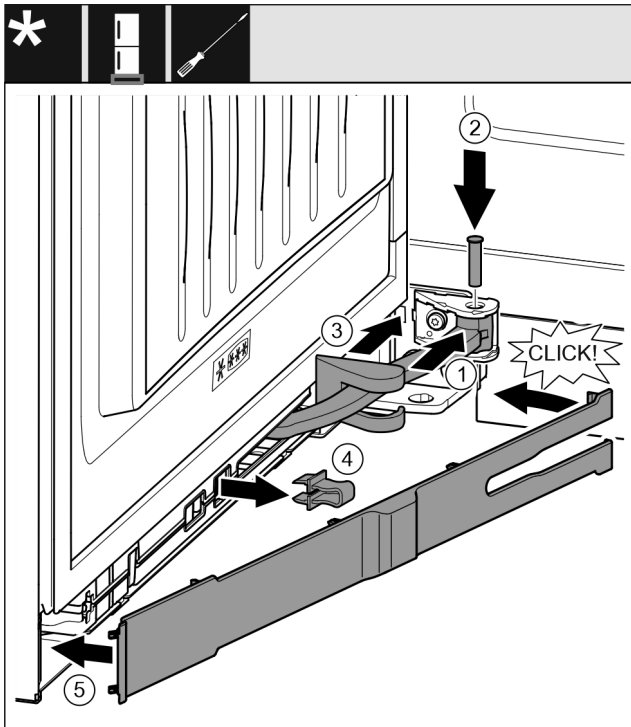

Fig. 38
- ▶ Περιστρέψτε την άρθρωση στην ανάρτηση. Fig. 38 (1)
- ▶ Τοποθετήστε τον πείρο με κατσαβίδι T15 στην ανάρτηση και στην άρθρωση. Βεβαιωθείτε ότι το έκκεντρο ασφάλισης εφαρμόζει σωστά στην εγκοπή. Fig. 38 (2)
- ▶ Ωθήστε το κάλυμμα του στηρίγματος κατά μήκος της άρθρωσης και τοποθετήστε το πάνω από την ανάρτηση. Fig. 38 (3)
- ▶ Αφαιρέστε την ασφάλεια. Fig. 38 (4)
- ▶ Εφαρμόστε το διακοσμητικό κάλυμμα στην πλευρά της λαβής και κλείστε το. Fig. 38 (5)